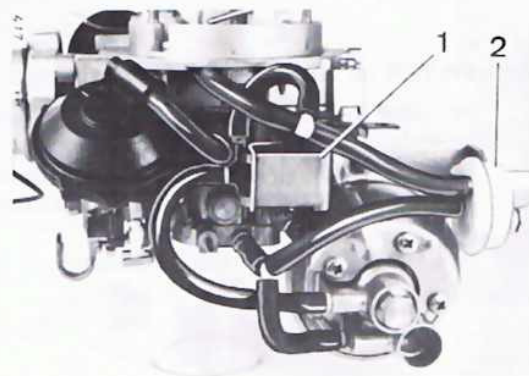

Bild 15
4. SCHUBABSCHALTUNG (Bild 15 – 17)